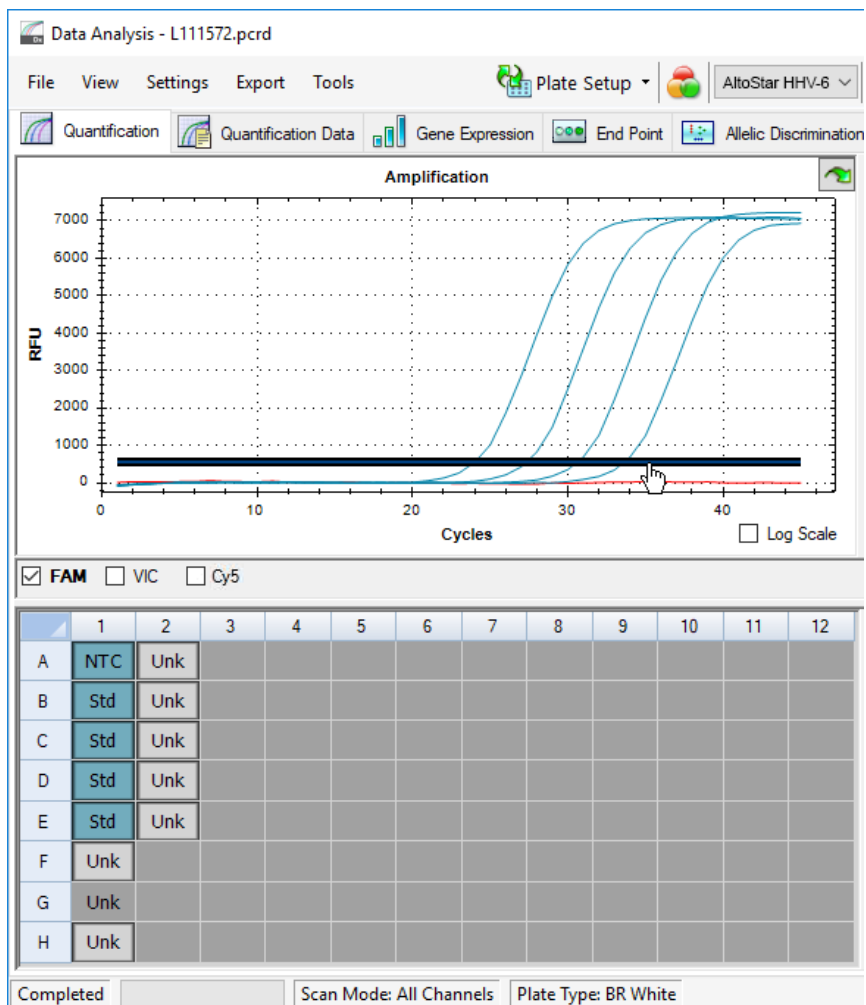

Figure 10: Fenêtre Data Analysis (Analyse des données) : définir le seuil FAM™
5. Sur la gauche de la fenêtre Data Analysis (Analyse des données), décochez la case **VIC** et cochez la case **FAM** pour le canal de détection de la cible HHV-6A (voir la figure 10).
6. Sélectionnez uniquement les puits contenant le NTC et les QS sur la représentation visuelle de la plaque dans la fenêtre Data Analysis (Analyse des données) (voir la figure 10).
7. Faites glisser le seuil situé bien au-dessus du signal du NTC dans la zone exponentielle des signaux des QS (voir la figure 10).
8. Pour le canal de détection de la cible HHV-6B, décochez la case **FAM** sur la gauche de la fenêtre Data Analysis (Analyse des données) et cochez la case **Cy5** et répétez les étapes 6 et 7 (voir la figure 10).